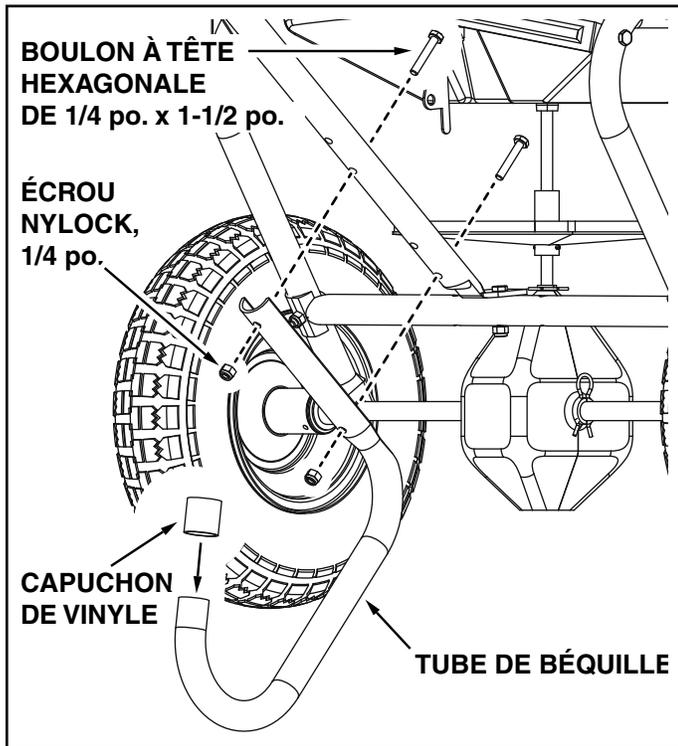

FIGURE 5
12. Fixer le tube de béquille à l'ensemble de trous de la partie inférieure du tube de poignée (long) avec deux (2) boulons hexadécimaux de 1/4 po. x 1-1/2 po. et des écrous nylock de 1/4 po. Voir la figure 5.